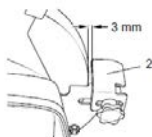

Рис.3 Регулировка упора
7.4. Проверить зазор между упором и поверхностью абразивного круга, он не должен превышать 3мм, см.рис.3.